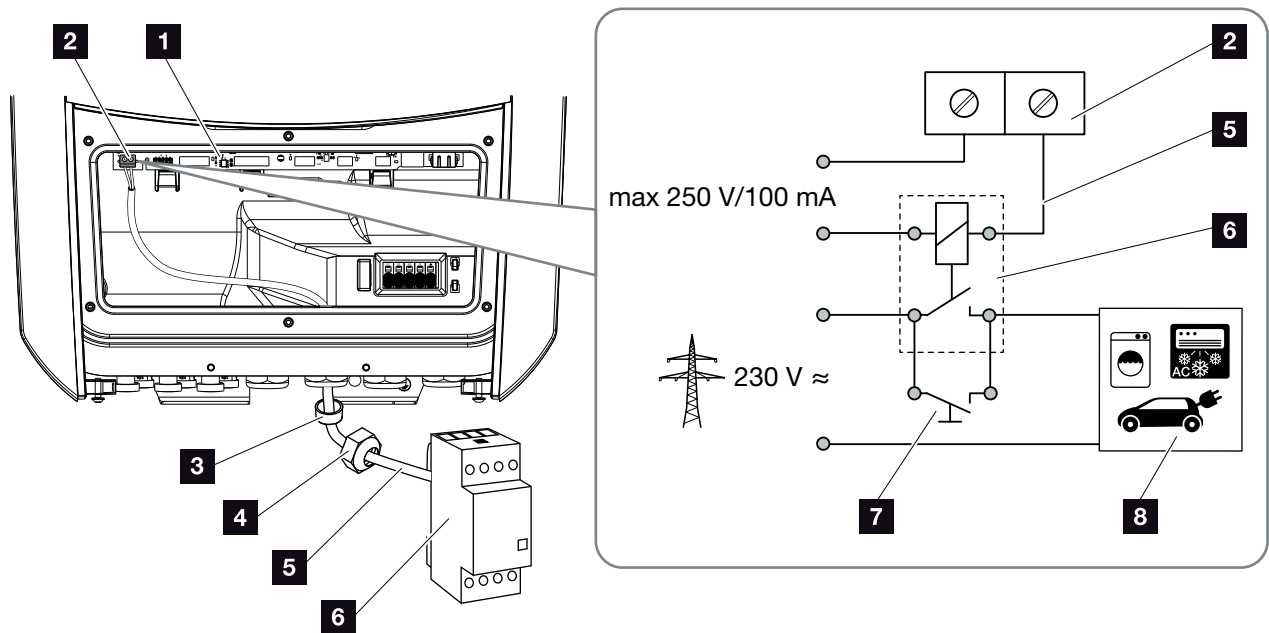

Fig. 65: Conexión eléctrica del control de autoconsumo
2. Conectar el relé de carga al borne de conexión para control de autoconsumo de la Smart Communication Board conforme a la normativa (par de apriete: 0,5 Nm). **Fig. 65 Pos. 2**